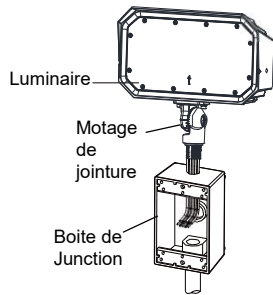

Figure 15
- Exécutez des fils dans la boîte de jonction (non fourni) et vissez le support de jointure dans le knock-out NPT de 1/2 « . **Reportez-vous à la Figure 15.**